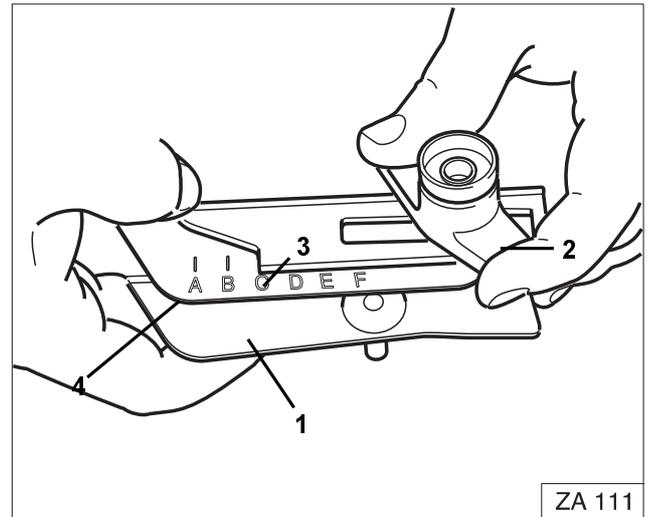

Fig. 34
- Die Befestigungsschraube des Schaufelaußenteils an der Grenzstreuschaufel (Fig. 34/1) mit dem Innensechskant der Flügelmutter (Fig. 34/2) lösen.
- Die Ablesekante (Fig. 34/3) auf den Buchstabenwert "E" (Grenzstreuen) bzw. "E" (Randstreuen) (gilt nur für das aufgeführte Beispiel) der Skala (Fig. 34/4) einstellen und die Flügelmutter (Fig. 34/2) wieder fest anziehen.
Schaufelaußenteil auf der Skala (Fig. 34/4) auf einen höheren Buchstabenwert einstellen bedeutet: